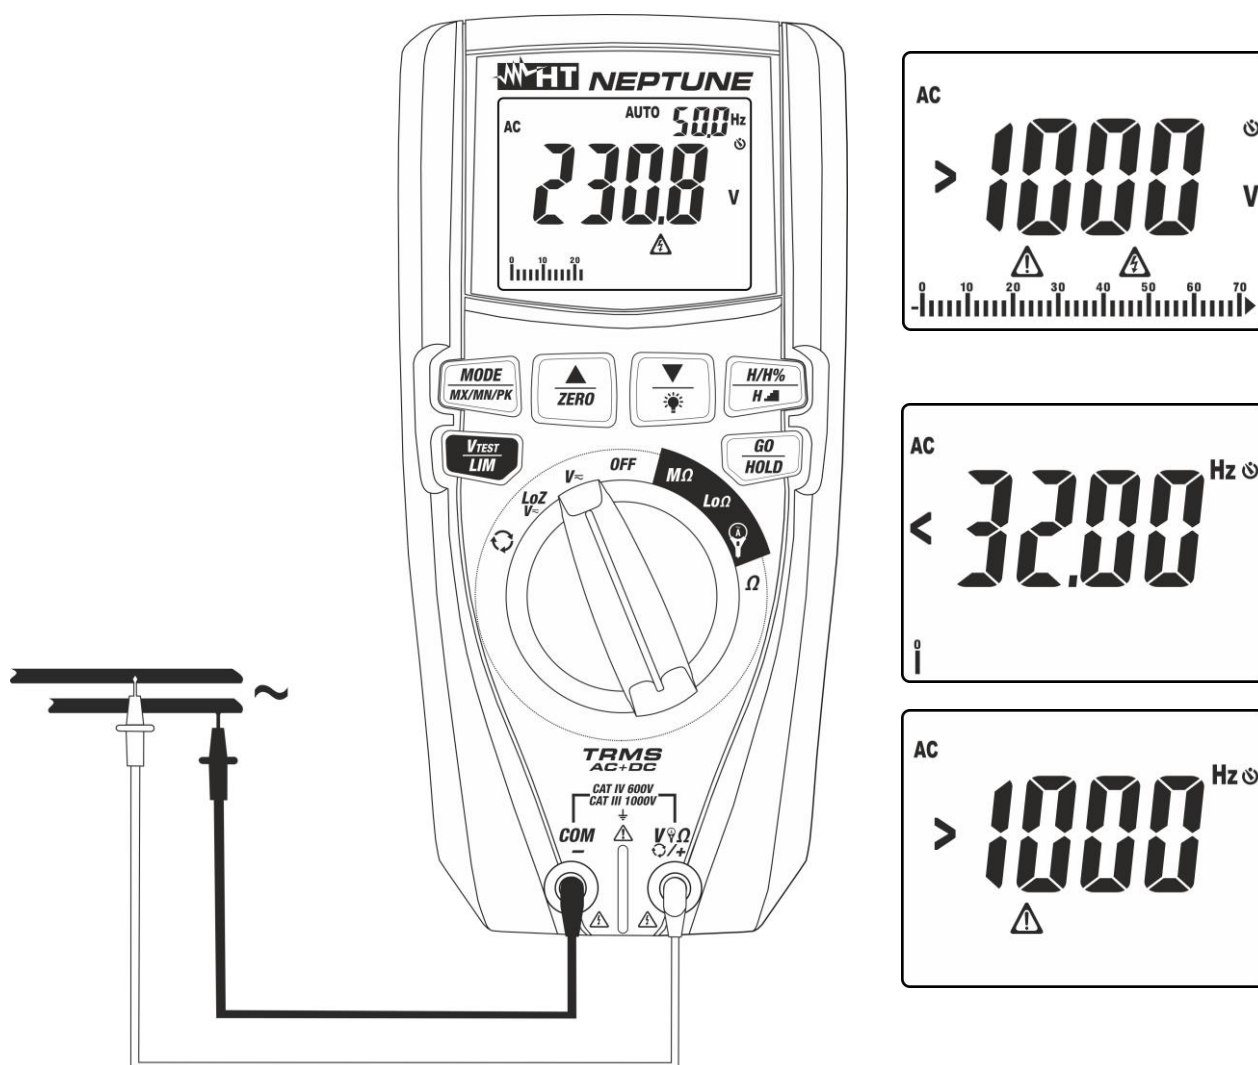

Fig. 7: Uso dello strumento per misura di Tensione AC
4. Posizionare il puntale rosso ed il puntale nero rispettivamente nei punti del circuito in esame (vedere Fig. 7). Il valore della tensione è mostrato a display. Nella parte alta destra del display è mostrato il valore della frequenza della tensione. Premere il tasto **MODE/MX/MN/PK** per visualizzare il valore della frequenza con maggior risoluzione
5. Se sul display è visualizzato il messaggio ">1000V" (vedere Fig. 7) si è raggiunto il fondo scala dello strumento
6. Se sul display sono visualizzati i messaggi "<32Hz" o ">1000Hz" (vedere Fig. 7) il valore della frequenza è esterno all'intervallo di misura **32Hz ÷ 1000Hz**